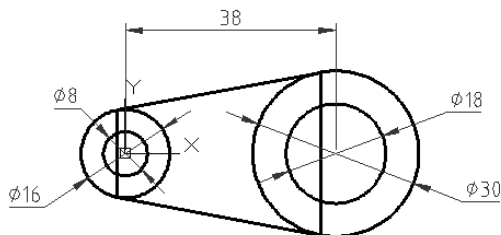

图 10-17 绘制二维剖面
(1) 新建图形文件。单击“快速启动”工具栏中的“新建”按钮, 创建一个新图形文件, 该图形文件以“BD_制图模板.dwt”为样板。“BD_制图模板.dwt”样板文件位于随书光盘的“CH10”文件夹中。
(2) 另存为文件。将该新图形文件另存为“BD_连杆.dwg”。
(3) 绘制二维图形。使用绘图工具绘制如图 10-17 所示的二维剖面, 不必标注尺寸。